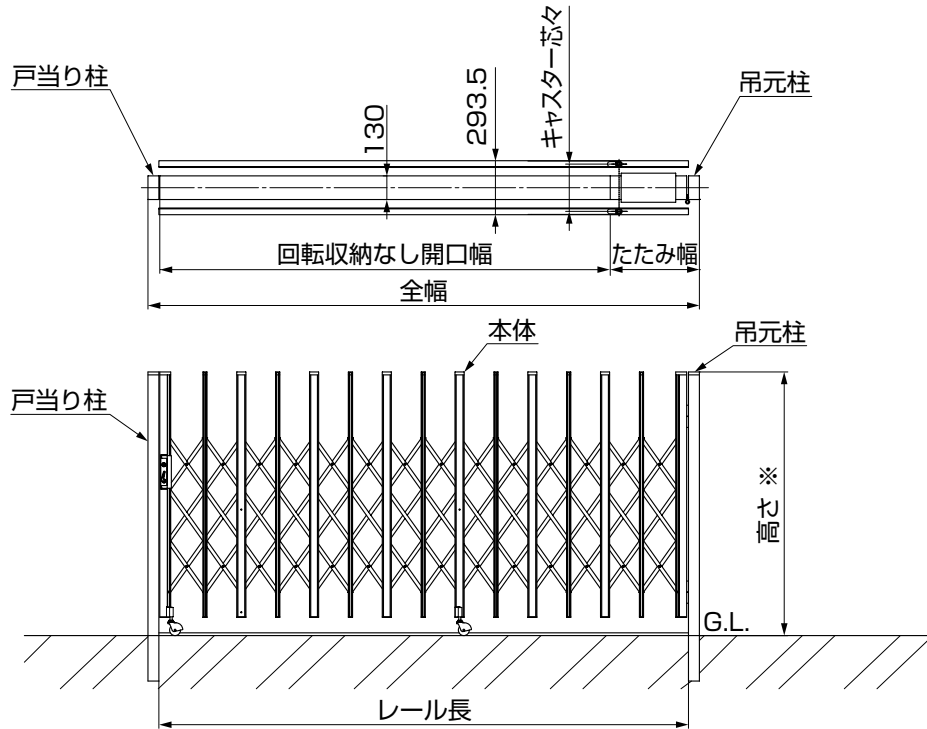
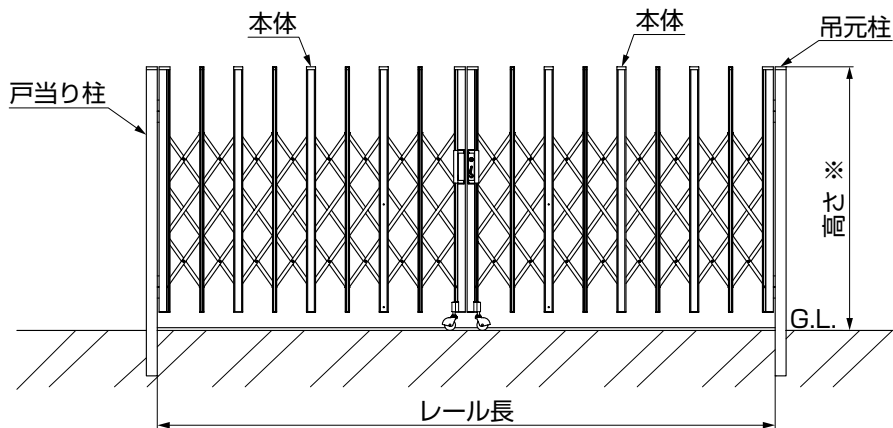
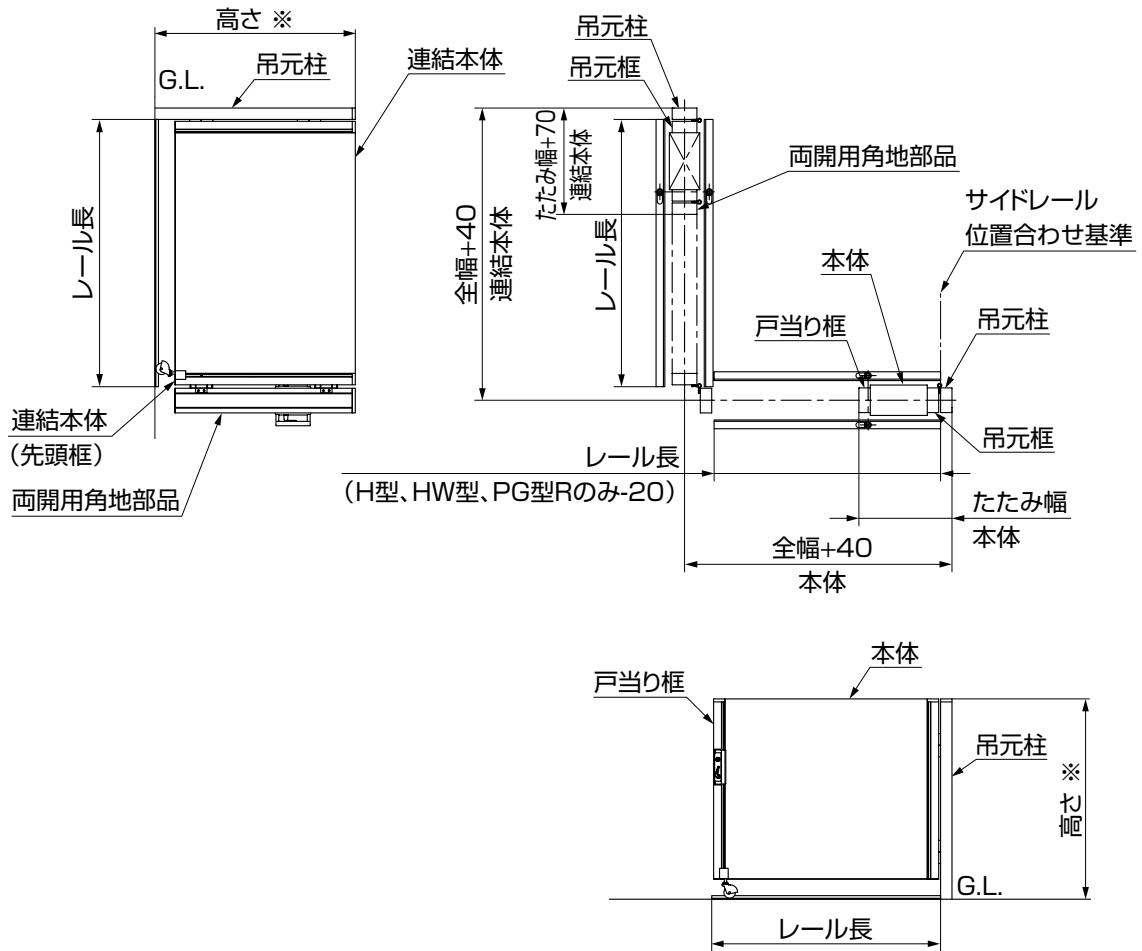

図9-5
図9-6
図9-7
- H型、HW型、PG型Rの場合は本体側のサイドレールを20mm短く設定してください。(図9-7参照)
- 吊元柱を基準にサイドレールの設置をしてください。(図9-7参照)
①表9-1を参照して、本体中心とレール中心を合わせてください。
②図9-5、図9-6、図9-7を参考にして、レールを施工してください。